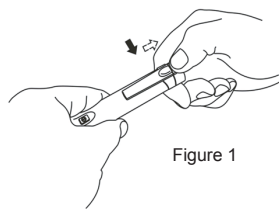

Figure 1
1. Push with your thumb the bar of tester down, and at the same time pull the head back. See fig. 1 and 2.
1. Tryck ner bygeln och dra ut bakstycket som fig 1 och 2 visar.
1. Trykk ned bøylen og dra ut bakstykket som fig 1 og 2 viser.
1. Tryk bøjlen ned og træk bagstykket ud som vist i fig. 1 og 2.